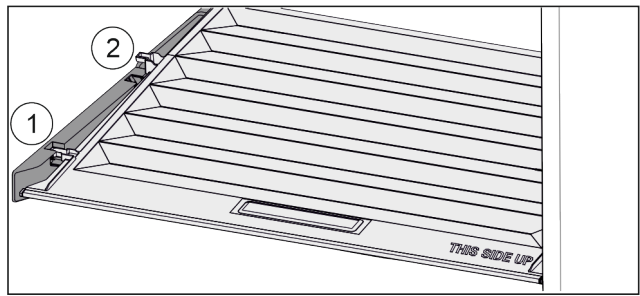

Fig. 53
- ▶ Deksel tot de opening in de vasthoud delen naar voren trekken Fig. 53 (1).
- ▶ Aan de achterkant vanaf de onderkant omhoog tillen en vanaf de bovenkant verwijderen Fig. 53 (2).